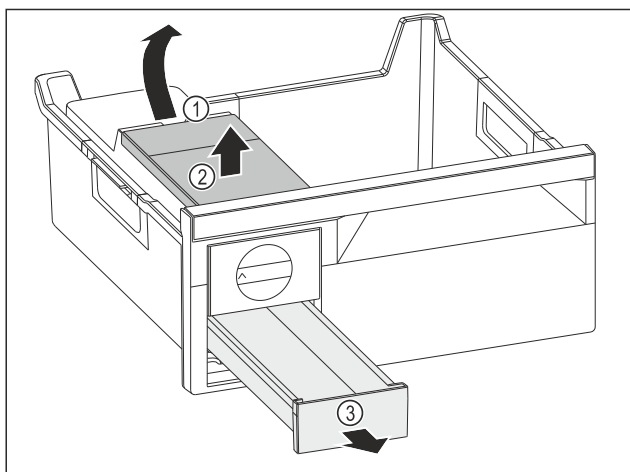

Fig. 241
- Vađenje spremnika za vodu: Podignite spremnik za vodu na otvoru Fig. 241 (1).
- Izvadite spremnik za vodu Fig. 241 (2) prema gore.
- Izvadite ladicu Fig. 241 (3) prema naprijed.